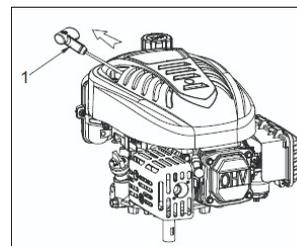

Abb. 3
⚠ WARNUNG: Lassen Sie den Starter-Griff (1) nicht zurück gegen den Motor springen. Führen Sie den Griff langsam zurück, um Schäden am Anlasser zu vermeiden (Abb. 3).